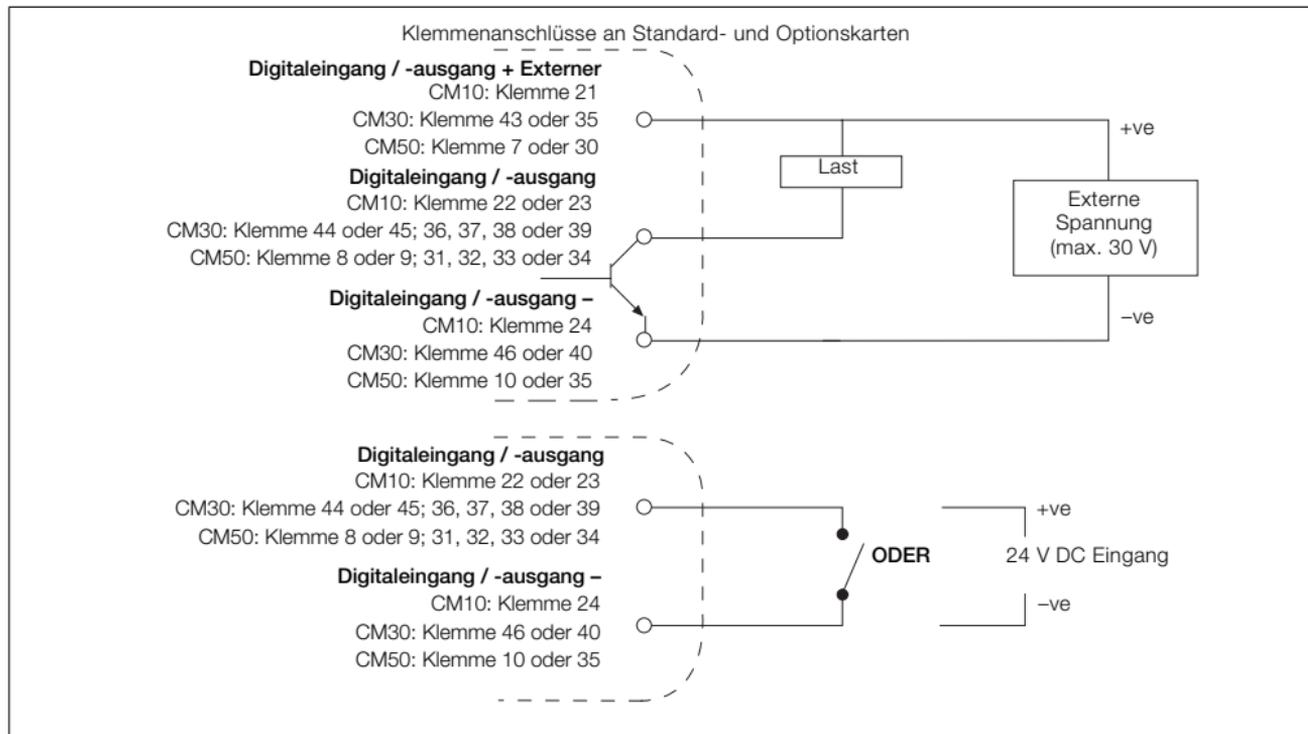

Abb. 4.13 Digitaleingänge und Open-Collector-Digitalein- und -ausgänge
**Hinweis:** Digitaleingänge und Open-Collector-Digitalein- und -ausgänge sind in Abb. 4.13 dargestellt – siehe Seite 82 für Optionen für digitale Eingangs- / Ausgangstypen.